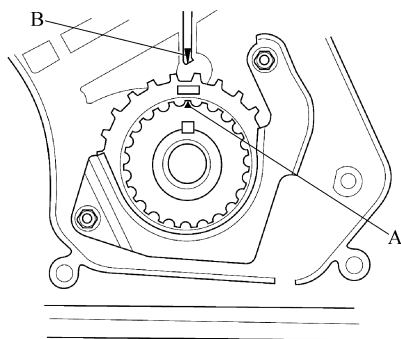

图 2-113 正时带 TDC 标记对准机油泵指针
2) 通过将正时带轮轮齿上的 TDC 标记 (A) 对准机油泵上的指针 (B)，将正时带轮设定到上止点 (TDC) 位置，见图 2-113。